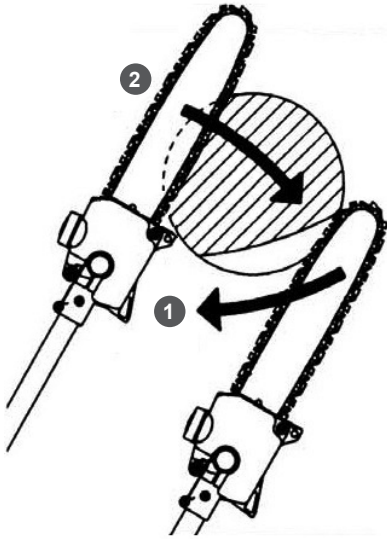

Рис. 17 Выполнение разгрузочного и основного резов
10. Сначала во избежание отскока или застревания шины сделайте разгрузочный надрез (глубина реза не более $1/4$ диаметра ветки) с нижней стороны ветки (Рис. 17 п. 1). Затем резом сверху-вниз срежьте ветку (Рис. 17 п. 2).